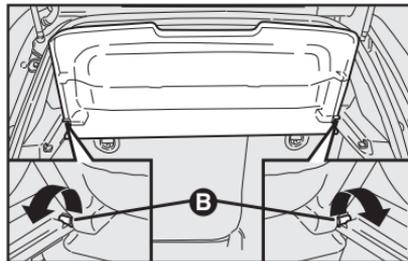

fig. 101
2) Suelte los pernos **B-fig. 101** de la repisa trasera de sus propios alojamientos y luego quítela.